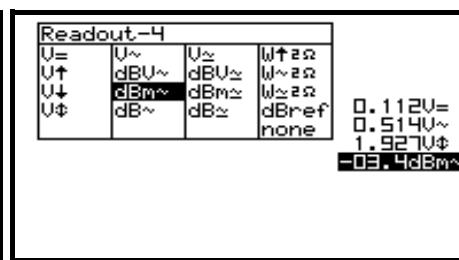

Fig 20
8. Druk op de pijltoetsen voor het kiezen van de uitlezingfunctie van meter4. (fig. 20)